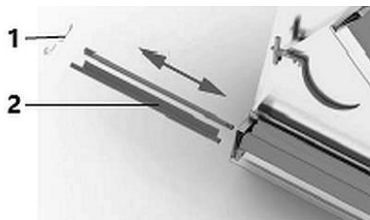

Рис. 9
- ослабить пружины (1, рис. 9) на нижних валиках;
- вынуть уплотнения (2) из их гнезд;